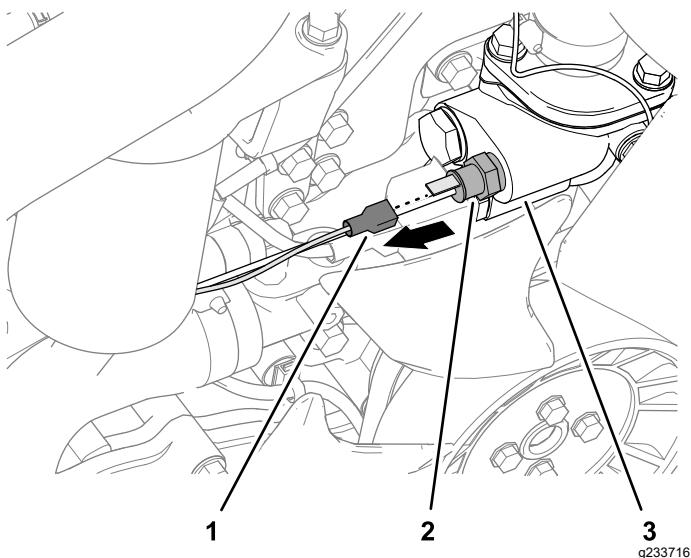

Bild 22
1. Entfernen Sie die Buchsenanschlussklemme vom Temperatursensor des Kühlmittels (Bild 22).